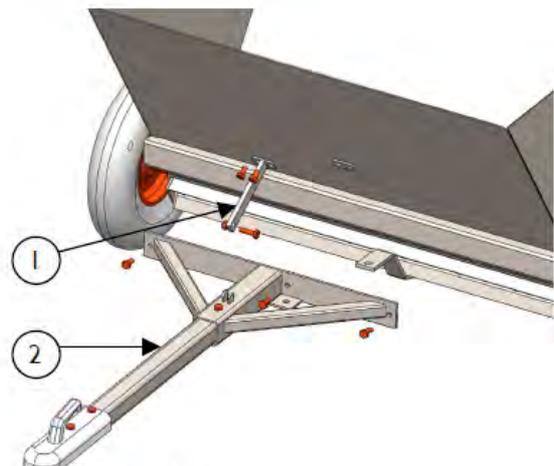

Abbildung 2 – Montage der Zugdeichsel
Um die Zugdeichsel montieren zu können, muss zuerst, wie in **Abb. 2** gezeigt, eine Stützhalterung (1) mit zwei Schrauben am Streuer angebaut werden. Anschließend wird die Zugdeichsel (2) mit drei Schrauben am Streuer und mit einer Schraube und Mutter an der Stützhalterung (1) befestigt.